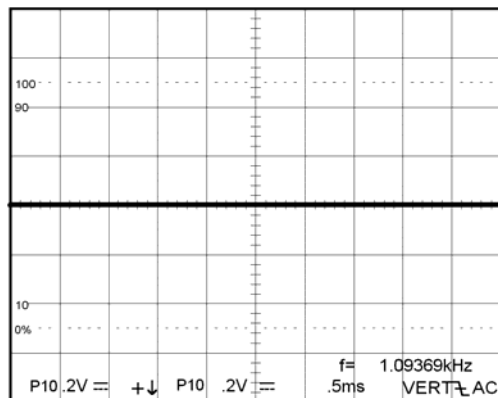

图 5-4 ADD 模式
9. 图 5-4 显示了符合要求的波形，显示出在中央刻度线上平坦波形确认了通道平衡和 ADD 补偿的功能。